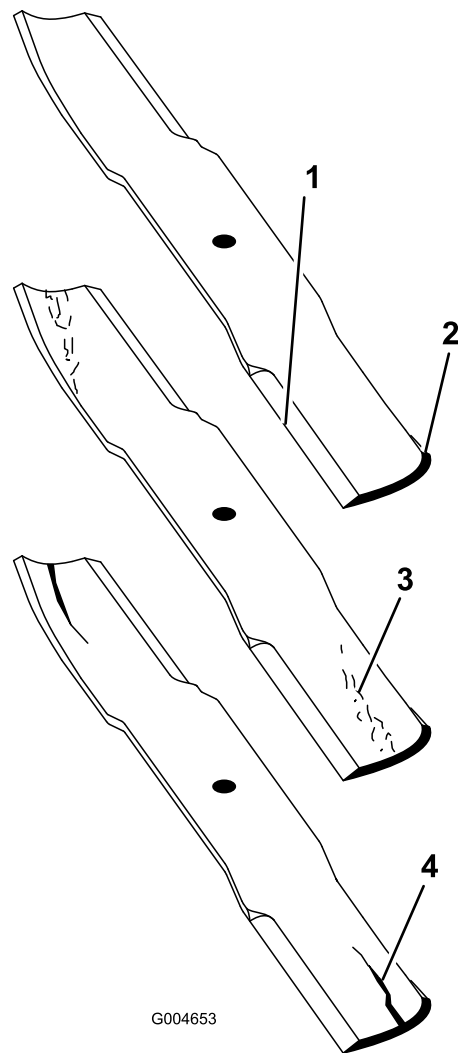

Figura 21
3. Inspeccione los filos de corte (Figura 21). Si los bordes no están afilados o tienen muescas, retire las cuchillas y afílelas. Consulte Afilado de las cuchillas (Afilado de las cuchillas \(página 21\)).
4. Inspeccione las cuchillas, especialmente la parte de la vela (Figura 21). Si observa daños, desgaste o la formación de una ranura en esta
zona (Figura 21), instale inmediatamente una cuchilla nueva.